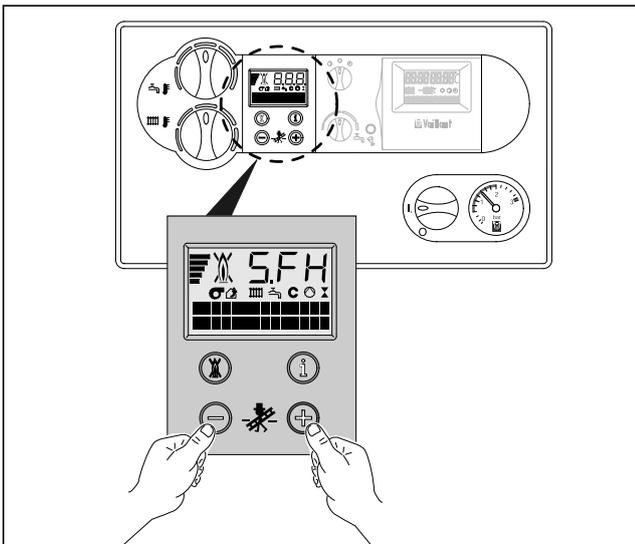

Abb. 3.10 Schornsteinfeger-Messungen (am DIA-System)
- Aktivieren Sie den Schornsteinfeger-Betrieb, indem Sie gleichzeitig die Tasten „+“ und „-“ des DIA-Systems drücken (Abb. 3.10)